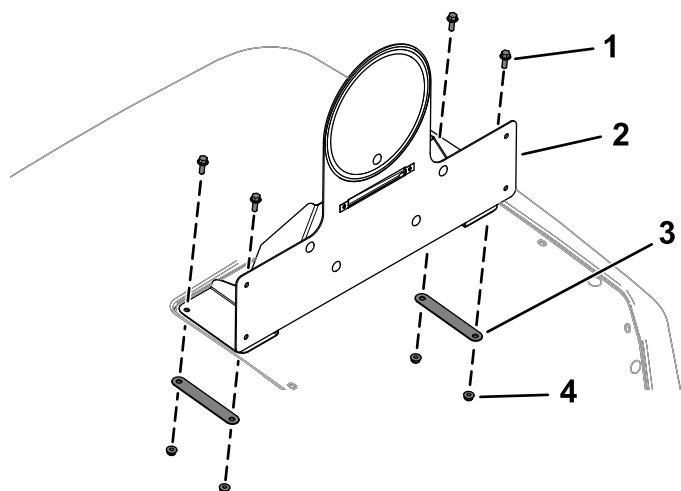

Figura 30
10. Fissate il supporto assemblato della piastra dell'adesivo del limite di velocità al cofano utilizzando 4 bulloni a testa flangiata (1/4" x 3/4"), 2 supporti posteriori e 4 dadi di bloccaggio (1/4"), come mostrato nella Figura 30.